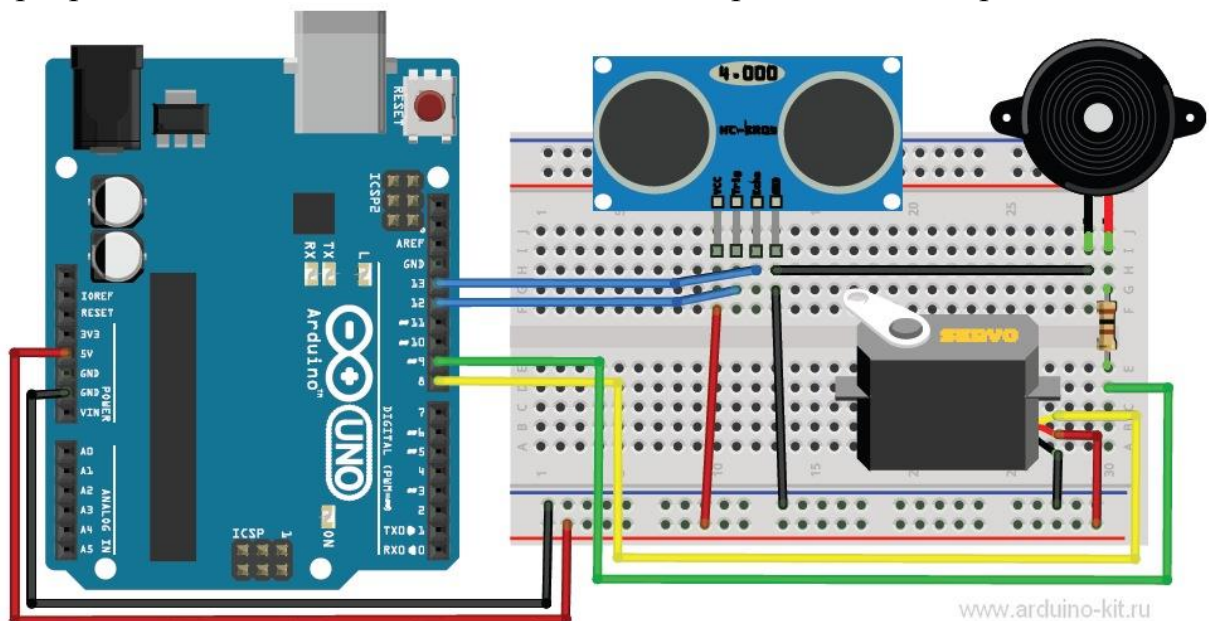

Рис. 23.2. Схема соединения элементов для звуковой сигнализации
Датчик размещен на кронштейне вращающейся сервы и контролирует пространство с углом обзора 180°. Если датчик обнаруживает объект в радиусе 1 м, подается звуковой сигнал на пьезоизлучатель, вращение сервы прекращается. Схема соединения элементов представлена на рис. 23.2.
2. Подключаем датчик HC-SR04, пьезозуммер и сервопривод к плате Arduino по схеме на рис. 23.2.